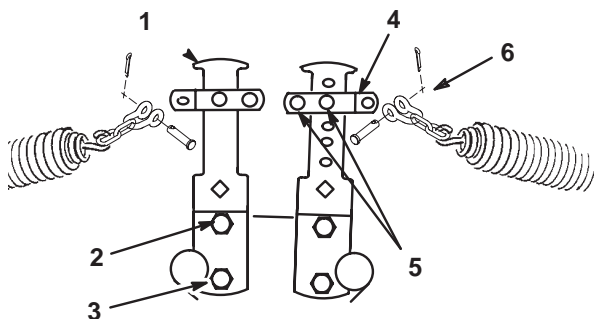
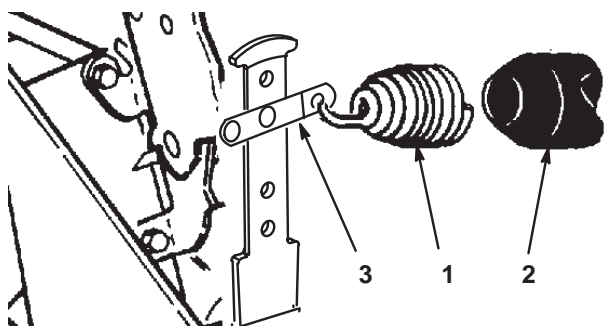

図 16
図 17
4. スプリングの反対側の端部を前後のカウンタバランス・アーム (図16、図17) の適切な穴 (選択方法は以下を参照) に引っ掛ける (スプリング・シャックル、クレビスピン、コッターピンを使用)。
5. 前カuttingユニット：スプリングの反対側の端部を前カウンタバランス・アーム (図16) の上から2番目の穴 (選択方法は手順4参照) に引っ掛ける (チェーン、スプリング・シャックル、クレビスピン、コッターピンを使用)。
6. 後カッティングユニット：スプリングにビニル・カバーを被せ、後カウンタバランス・アーム（図 17）の上から 2 番目の穴（選択方法は手順 4 参照）に引っ掛ける（スプリング・シャックルを使用）。
8. 外しておいたキャップスクリュとナットでカウンタバランス・アームの下部を元通りに固定し、上キャップスクリュを締め付ける（図 16）。